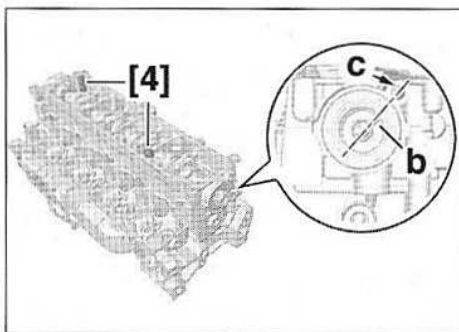

FIG.120
- Placer l'encoche (b) de l'arbre à cames (10) vers le haut, dans l'axe de l'orifice (c) (Fig.120).
- Reposer la partie supérieure du carter-paliers (9) à l'aide des outils [4].